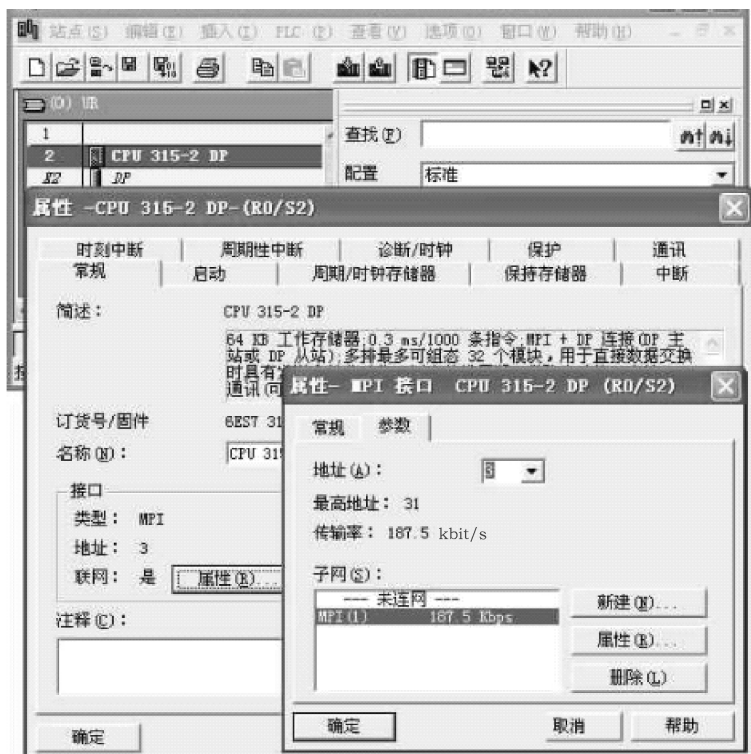

图 7-24 设置 S7-300 的 MPI 参数
5) 在硬件组态界面，如图 7-24 所示，双击机架上的 CPU，在常规界面里单击“属性”，设置 MPI 站号（此处为 3）及波特率（本例是 187.5 kbit/s）。